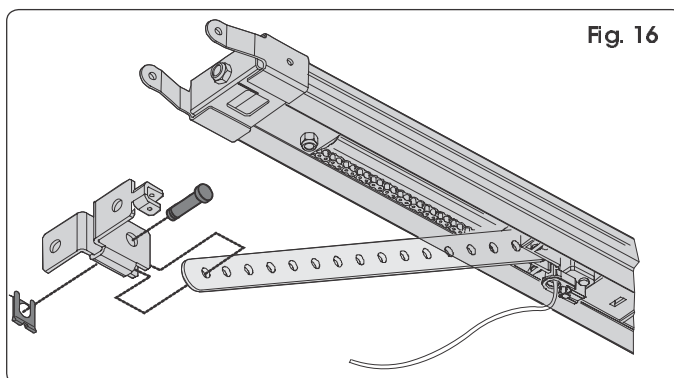

Fig. 16
- 1) Assembleer de bevestiging met de stang van de geleideslede (Fig.16).